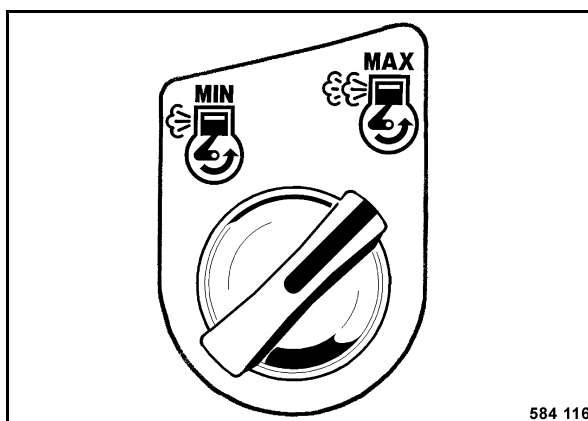

Fig. 46
- Colocar el interruptor giratorio (Fig. 46) en posición „Max“ (pleno gas).